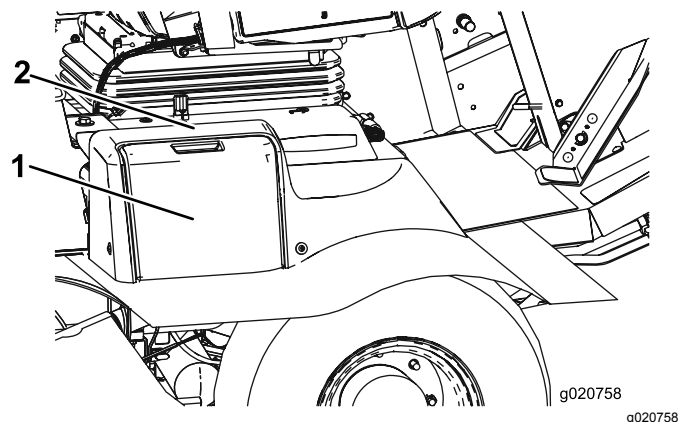

Figura 85
1. Abra a cobertura da bateria no lado do resguardo (Figura 85).
Nota: Pressione a superfície plana por cima da cobertura da bateria para facilitar a remoção da cobertura (Figura 85).